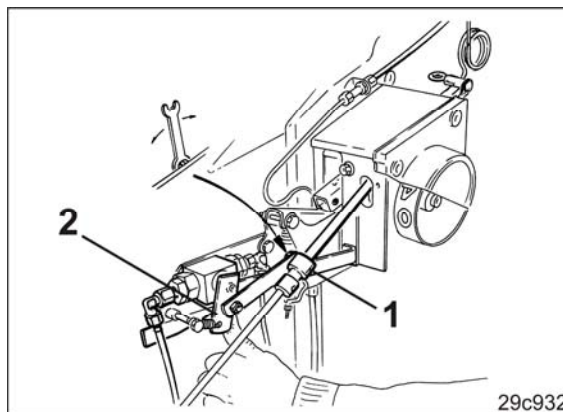

Fig. 217
2. Den Stellring (Fig. 217/1) lösen.
3. Den Steuerventil-Hebel (Fig. 217/1) nach hinten drücken.